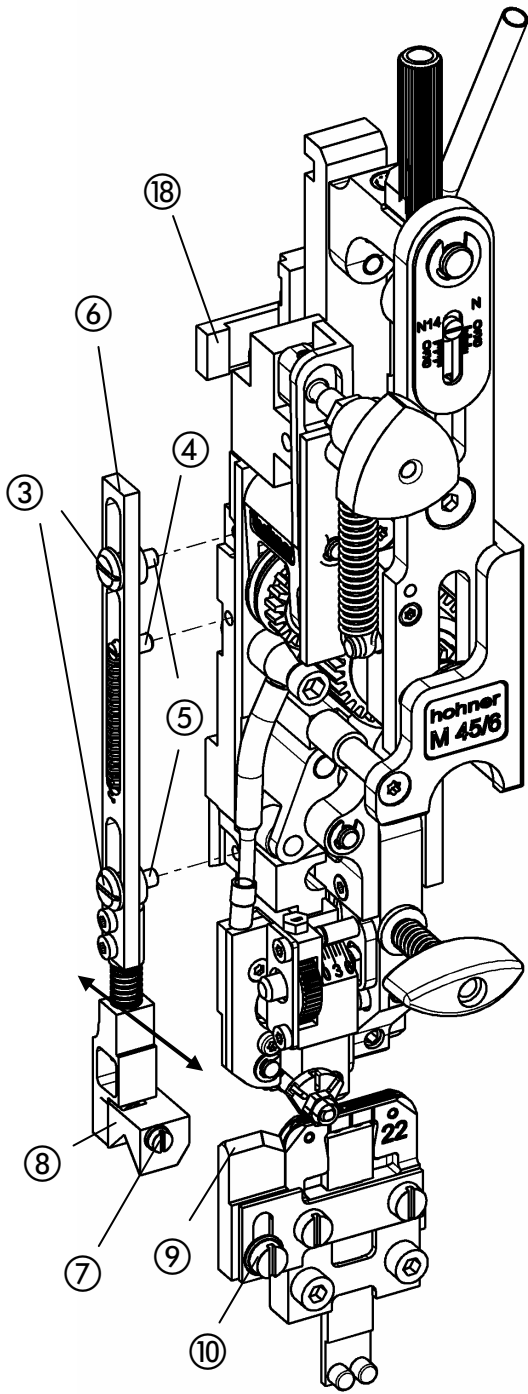

Fig. 16
- Fig. 16 -
- Para montar el pisador, apretar el perno de resorte ④ en el orificio del cabezal cosedor.
- Suspender los resortes de tracción en el perno de resorte ④ y las barras ⑥.
- Fijar el pisador en el cabezal cosedor girando el tornillo de fijación ③ con barras ⑥ y casquillo con borde ⑤.
- Montar el arrastre ⑱ en la corredera principal, véase la lista de piezas de repuesto, pág. E27.